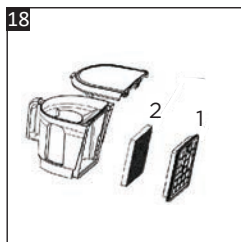

Рис. 18
3. Потяните за 2 пластиковых язычка в середине HEPA-фильтра (23), чтобы извлечь его из задней части пылесборника (Рис. 18).
4. Затем выньте губчатый фильтр (22) из HEPA-фильтра.